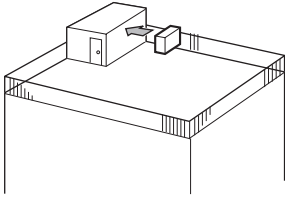

Fig. 2-3
- ① Suuntaa ilman ulostulo lähintä seinää kohti noin 35 cm:n etäisyydelle seinästä. (Fig. 2-3)